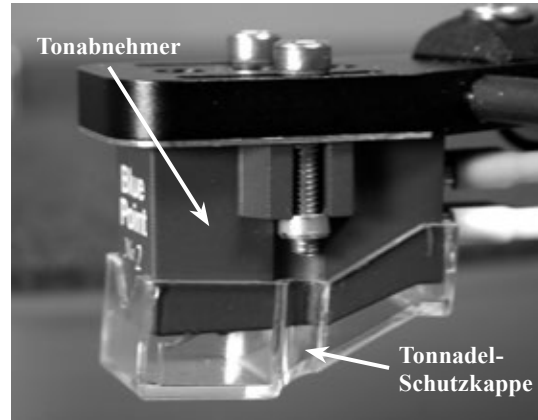

Abbildung 21
14. Ziehen Sie die Tonnadel-Schutzkappe vorsichtig nach unten vom Tonabnehmer ab. Siehe Abb. 21 und 22.